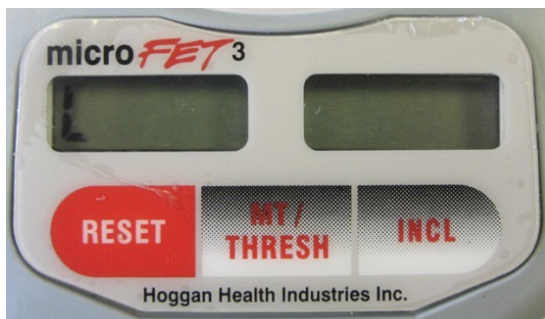

Bild 11. Läge för val av måttenhet
- På vänster display visas alternativen för måttenheter: "L" = lbf., "g" = kgf, "n" = newton. Den aktuella måttenheten som apparaten är inställd på visas (se bild 11).